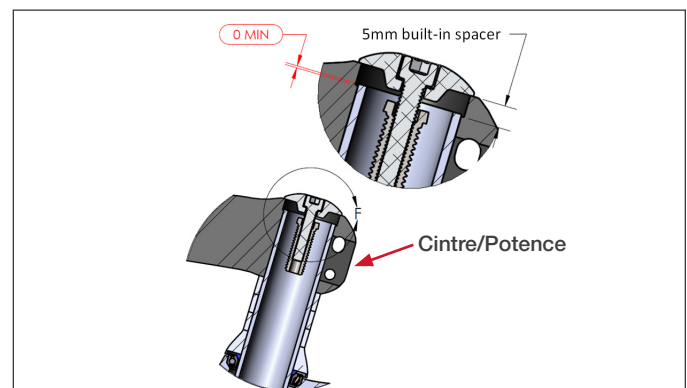

Figure 3
10. Après l'installation complète du cintre/potence, le tube de direction doit être au même niveau ou au-dessus de l'entretoise intégrée de 5 mm dans le cintre/potence (voir Figure 3).